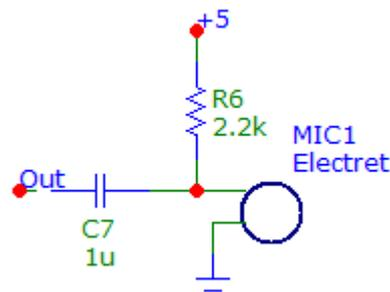

Figura 8.2 Circuito de micrófono.
5. Arme el circuito de la figura 8.2